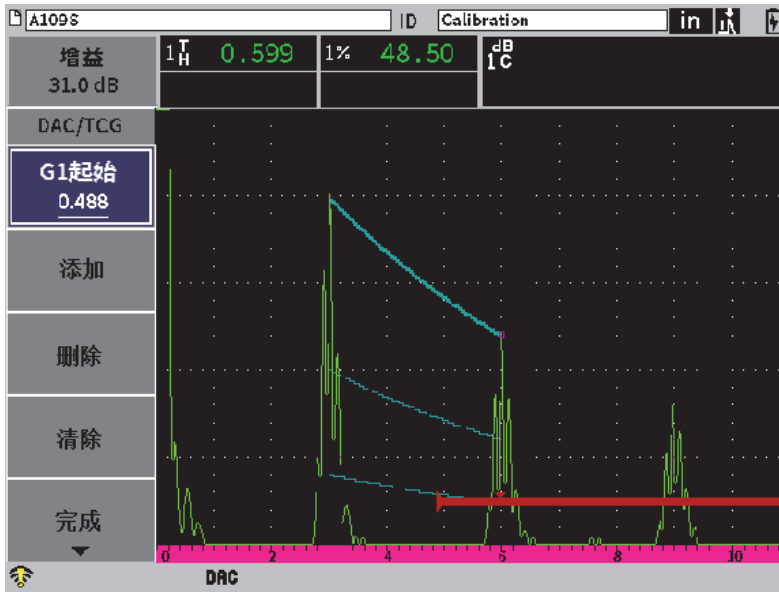

图 11-5 第二个DAC点
5. 按制表键，加亮显示**添加**按钮，然后按确定键，添加第二个点（参见第170页的图 11-5）。
8. 按制表键，加亮显示**添加按钮**，然后按确定键，添加另一个点（参见第170页的图 11-5）。